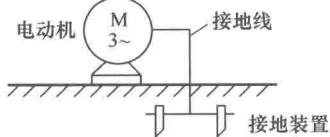

图 1-9 强电设备的接地
- 3) 在强电设备中，常常将设备的外壳与大地连接，当设备绝缘性能变差而使外壳带电时，可迅速通过接地线泄放到大地，从而避免人体触电，如图 1-9 所示。